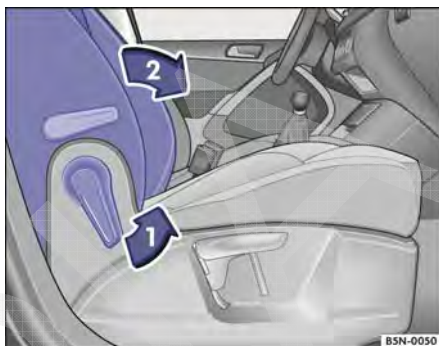

Fig. 79 Rebater o encosto do banco do passageiro dianteiro para frente.
- Destruar o encosto do banco do passageiro dianteiro no sentido da seta → Fig. 79 ①.
- Rebater o encosto do banco do passageiro dianteiro para frente no sentido da seta ② na posição horizontal.